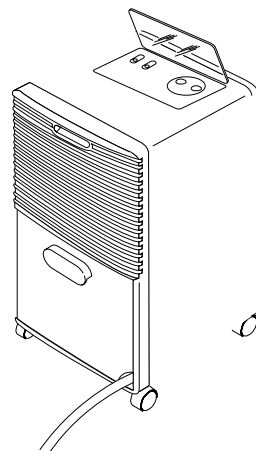

Fig. 3
5. Führen Sie den Tank wieder ein (Abb. 3.).